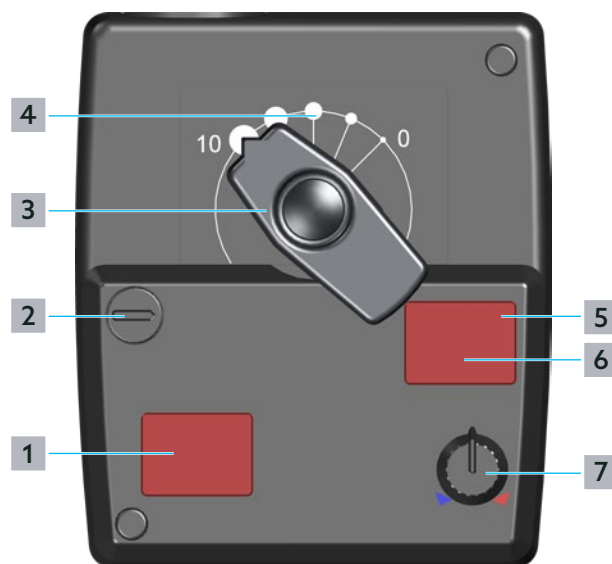

Fig. 4: Elementele de comandă ale servomotorului
Sub capac (vezi poziția 6 din fig. 4 de la pag. 8) se găsesc 4 comutatoare DIP pentru setări suplimentare. Capacul poate fi îndepărtat cu ajutorul unei mici șurubelnițe.
Setarea standard a servomotorului este modul automat de funcționare. Poziția clapetei rotative (poziția 3 din fig. 4 de la pag. 8) indică poziția actuală a servomotorului.
Dacă reglați manual clapeta rotativă (poziția 3 din fig. 4 de la pag. 8) în timp ce servomotorul se află în modul automat de funcționare, mecanismul acestuia se poate deteriora.
- 1 Cu ajutorul butonului rotativ (poziția 2 din fig. 4 de la pag. 8), setați dispozitivul pe modul manual de funcționare.
- 2 Cu ajutorul clapetei rotative (poziția 3 din fig. 4 de la pag. 8) selectați poziția dorită.